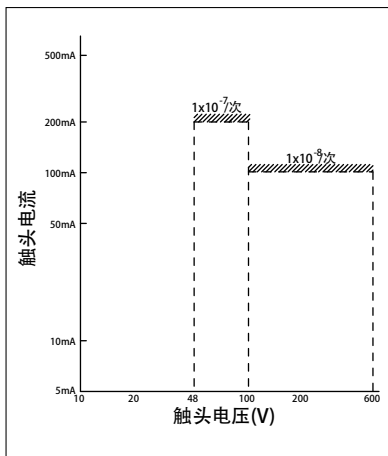

图1 S、SD、SL(D)-T/N 主触头
■若所需的可靠性大于图1~5所示的触头可靠性，则必须以并联方式连接触头(冗余化)。